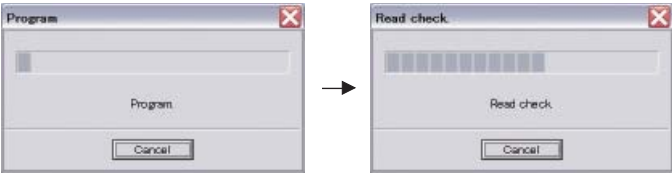

Fig. 5
6. Click [E.P.R.], then the “Erase” screen is displayed. (Fig. 5)
6. [E.P.R.] をクリックすると、「Erase」が表示されます。(Fig. 5)
7. Click [OK] to start writing. (Fig. 5)
7. [OK] をクリックして書き込みを開始します。(Fig. 5)